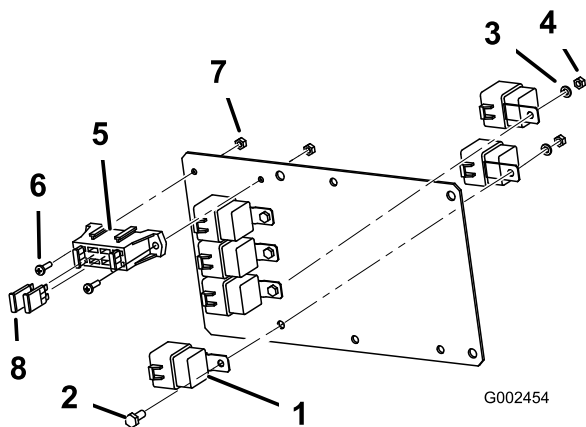

Bild 7
1. Befestigen Sie sechs Relais mit 4 Schrauben (1/4 x 5/8 Zoll), 4 Sicherungsscheiben (1/4 Zoll), und vier Muttern (1/4 Zoll) an der Montageplatte (Bild 7). Vier Relais können vorne an der Platte und zwei Relais müssen hinten an der Platte montiert werden. Die zwei Relais, die hinten an der Platte montiert sind, verwenden dieselben Befestigungen wie das Relais, das vorne in demselben Loch befestigt ist.
2. Befestigen Sie den Sicherungsblock des Kabelbaums mit zwei Schrauben (Nr. 10) und zwei Muttern (Nr. 10) an der Montageplatte (Bild 7).
4. Setzen Sie zwei Überlastungsschutze (30 A) in die offenen, mittleren Schlitze im Sicherungsblock an der ECU-Befestigungsplatte ein (Bild 7).